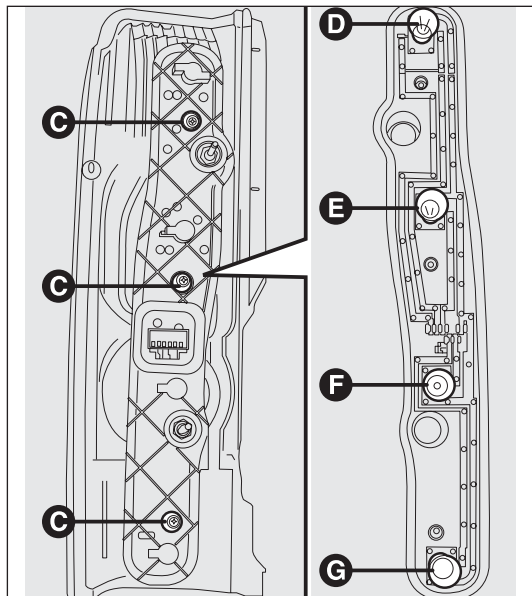

рис. 191
- отвинтите винты С – рис. 191 отверткой в комплекте и выньте ламповый патрон;